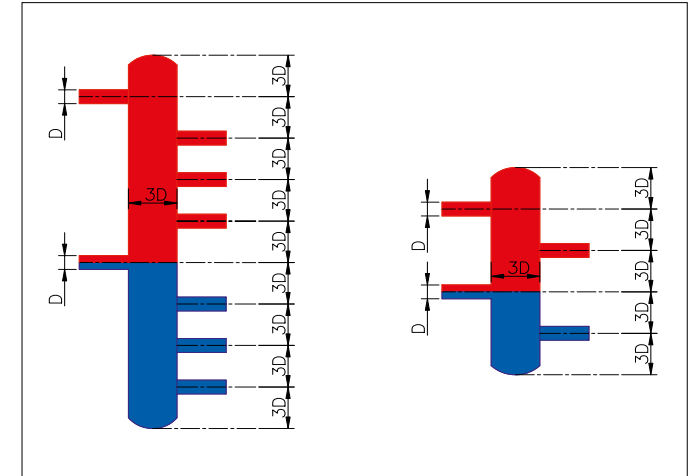

Рисунок 3.
Термогидравлический распределитель и гидравлический разделитель конструктивно представляют собой вертикально установленную перемычку большого диаметра (**рисунок 3**). За счет большого диаметра (по отношению к диаметру трубопровода котлового контура) быстро гасится скорость теплоносителя в термогидравлическом распределителе (или гидравлическом разделителе). Гидравлическое сопротивление такого устройства пренебрежительно мало по отношению к сопротивлению контуров отопления и котла. Таким образом, между котлом и контурами отопления появляется буфер с практически нулевым сопротивлением, то есть контуры отопления никаким образом не будут оказывать влияние на контур котла и расход теплоносителя через котел. Функцию гидравлического разделения котлового контура и контуров отопления выполняют оба этих устройства.
3. Для определения размеров термогидравлического распределителя и гидравлического разделителя необходимо использовать правило 3-х диаметров ($3D$) либо специальное программное обеспечение. Между осями любых двух подсоединений к термогидравлическому распределителю (гидравлическому разделителю) должно быть расстояние не меньше, чем 3 диаметра (**рисунок 3**). Из **рисунка 3** видно, что высота гидравлического разделителя гораздо меньше, чем высота термогидравлического распределителя.